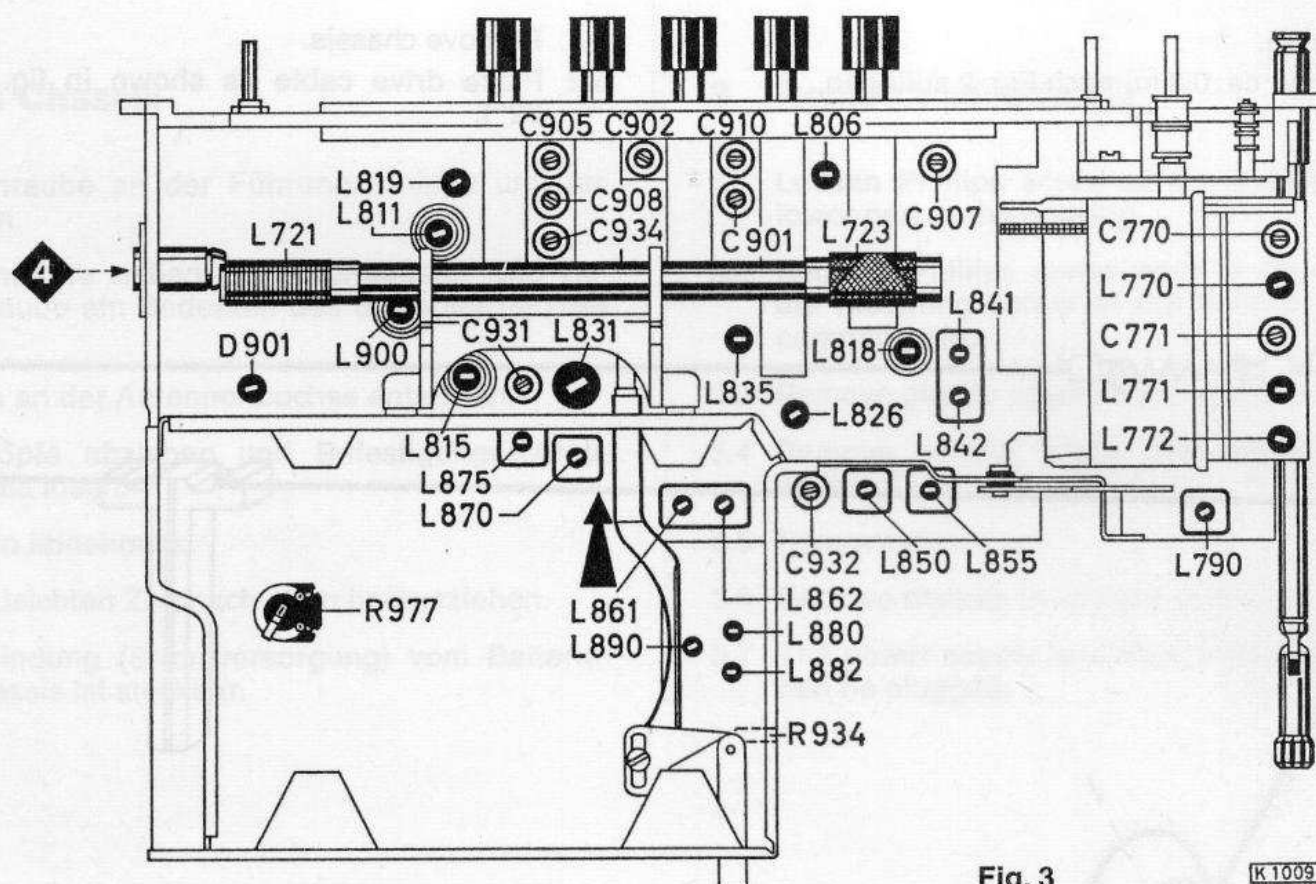

Fig. 3
- 6.5 Den Ruhestrom ca. 1 Minute nach dem Einschalten des Gerätes mit dem Einstellregler R 977 (Fig. 3) auf $4 \text{ mA} + 20 - 10 \%$ einstellen.
Achtung! Beim Abgleich des MW- und LW-Vorkreises auf dem Wellenschalter muß der Umschalter, Fig. 3, in Pfeilrichtung geschaltet sein.
- 6.5 Approx. 1 minute after switching on set, set zero signal current via adjuster R 977 (fig. 3) to $4 \text{ mA} + 20 - 10 \%$.
Attention! When aligning the MW and LW RF circuit on the waveband switch the conversion switch, fig. 3, must be switched in direction of the arrow.
5) Ein AM-Signal, 400 Hz, 30% moduliert, soll eine Ratiospannung von 1,4 V erzeugen. Dann mit R 934 ein Spannungsminimum am Outputmeter einstellen, Fig. 3.
5) An AM signal, 400 Hz, 30% modulated, must produce a ratio voltage of 1.4 V. Adjust a voltage minimum at the outputmeter by means of R 934, see fig. 3.